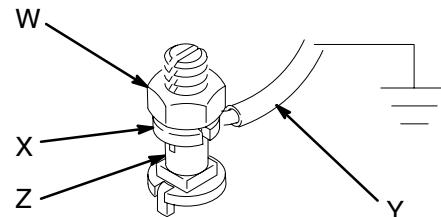

Рис. 1
1. **Внесенные в UL список насосы:** Используйте заземляющий провод и зажим, как показано на Рис. 1. Ослабьте затяжку заземляющей контргайки с проушиной (W) и шайбы (X). Вставьте один конец заземляющего провода (Y) с минимальным сечением в 12 ga ($1,5 \text{ mm}^2$) в прорезь проушины (Z), и надежно затяните контргайку. Подсоедините другой конец заземляющего провода с наконечником к надежной линии заземления. Заказывайте деталь № 237569 Заземляющий провод и зажим.